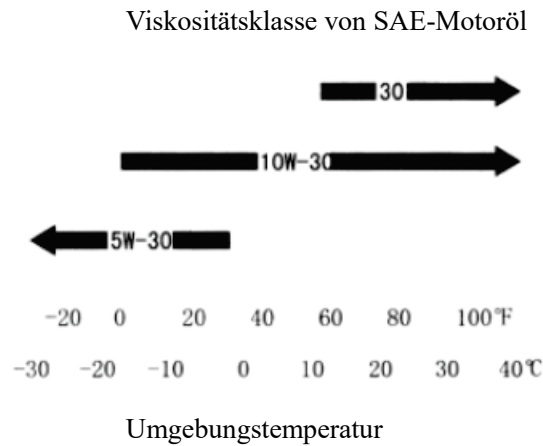

Abb. 4
4.3.3 Die empfohlene Umgebungstemperatur der Maschine ist -15 °C bis +40 °C. Die Verwendung von Motoröl SAE 10W-30 entsprechend der API-Klassifizierung SE, SF und SG wird empfohlen. Abb. 4 unten zeigt die SAE-Motorölkonsistenz.
d. Legen Sie den Benzinmotor waagrecht und füllen Sie das empfohlene Motoröl bis zur obersten Markierung am Ölmesstab ein. Die Art des zu verwendenden Öls ist oben in Abb. 4 dargestellt.